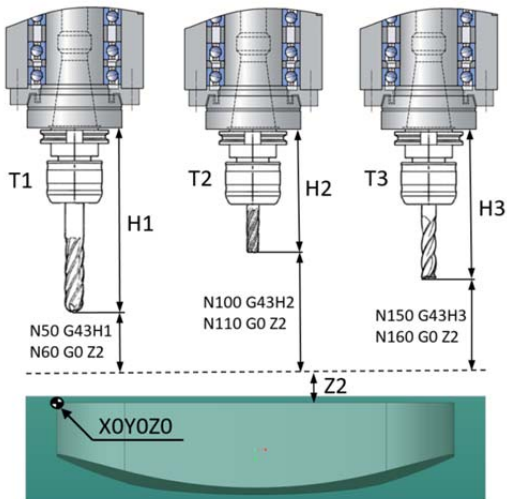

Рис. 13.1. Параметры коррекции на длину инструмента
Перед началом обработки оператор должен измерить длину каждого из инструментов, используемых в программе, и ввести числовые значения длин в соответствующие регистры компенсации длины инструмента (или в таблицу инструментов). Смещение базовой точки шпинделя на величину длины инструмента (H) называется компенсацией длины инструмента (рис. 13.1).